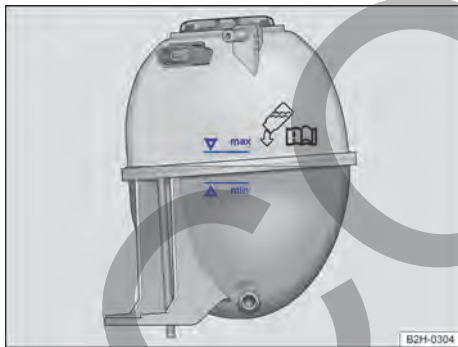

Fig. 179 En el compartimento del motor: marca depósito de expansión del líquido refrigerante del motor (representación esquemática).
1. Con el motor frío, compruebe el nivel del líquido refrigerante en las marcas laterales del depósito de expansión → Fig. 179.
4. El nivel del líquido refrigerante deberá encontrarse entre las marcas del depósito de expansión → Fig. 179.